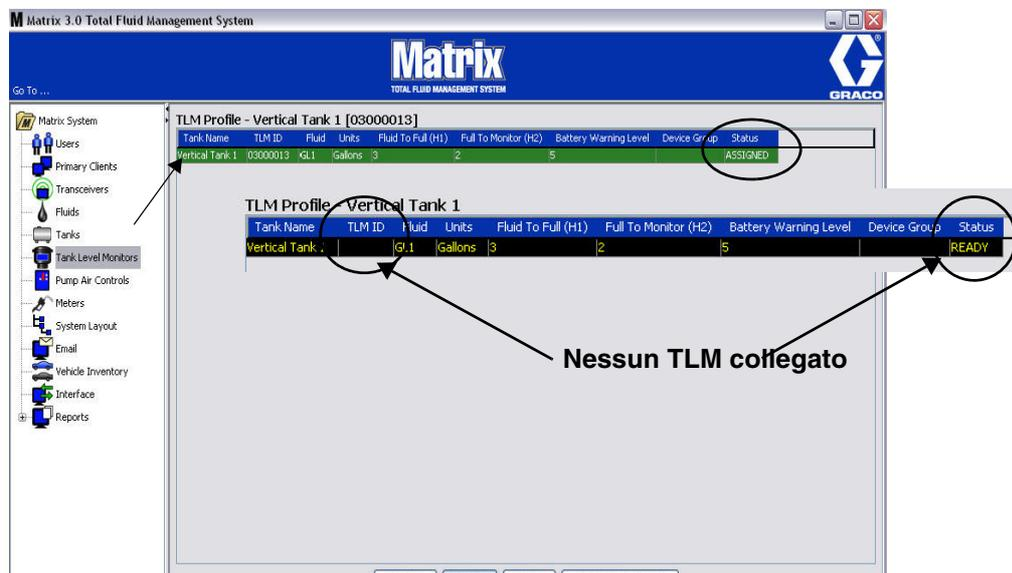

FIG. 109
- Una volta completati tutti i campi, fare clic sul pulsante OK sulla parte inferiore della schermata Add TLM Profile (Aggiungi profilo TLM). Il profilo è aggiunto all'inizio dell'elenco. "Assigned" (Assegnato) nella colonna Status (Stato) conferma che il profilo è completo. "Ready" (Pronto) apparirà nella colonna Status (Stato) quando il profilo non è completo. Si noti che nella FIG. 109 il campo TLM ID (ID TLM) è vuoto indicando che un TLM non è collegato al sistema Matrix.